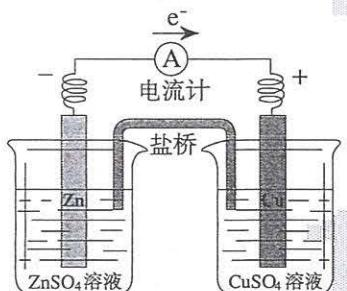

图4-1 锌铜原电池装置
如图4-1所示，将置有锌片的 ZnSO_4 溶液和置有铜片的 CuSO_4 溶液用一个盐桥^①连接起来，然后将锌片和铜片用导线连接，并在中间串联一个电流表，观察现象。取出盐桥，观察电流表的指针有何变化。
实验表明，接通电路时，电流表的指针发生偏转，即电路中有电流通过。从上述装置中取出盐桥，电流表的指针又回到零点，即电路中没有电流通过。如图4-1所示的原电池叫做锌铜原电池，其中锌一端为负极，铜一端为正极。
- (1) 图4-1所示的锌铜原电池工作时，电子在导线中的运动方向是怎样的？阴离子和阳离子在电解质溶液中的运动方向是怎样的？
- (2) 锌铜原电池可看作由两个半电池组成，一个发生氧化反应，另一个发生还原反应。试分别写出两个电极上的反应及总反应的离子方程式。
① 盐桥中装有含KCl饱和溶液的琼胶。胶体不流出，离子可在其中自由移动。
请结合图4-1绘制反映原电池工作原理的示意图，并与同学交流。示意图要求包括以下内容：